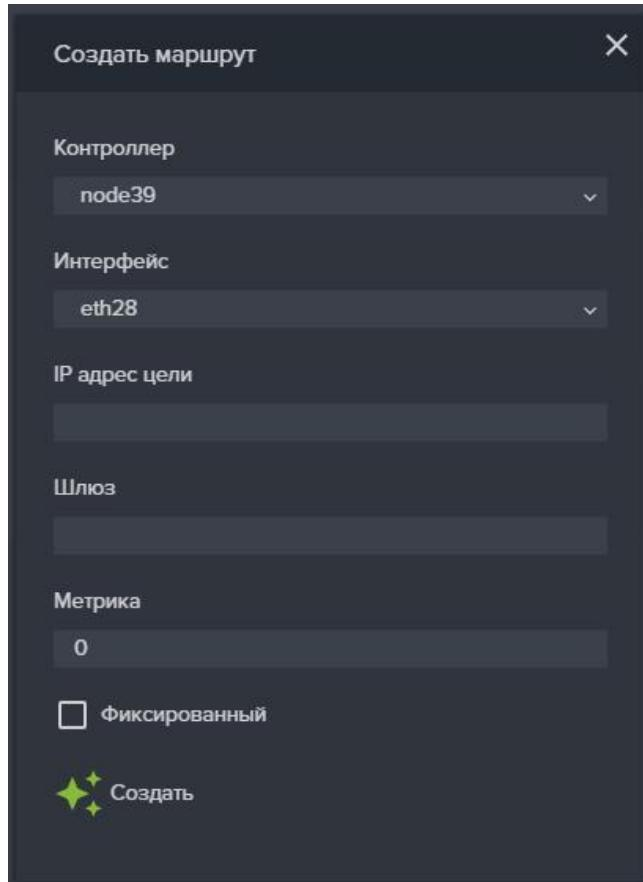

Рисунок 24. Создание маршрута
2. В таблице маршрутизации нажмите на кнопку «Создать новый маршрут». Откроется одноименное окно (см. Рисунок 24).